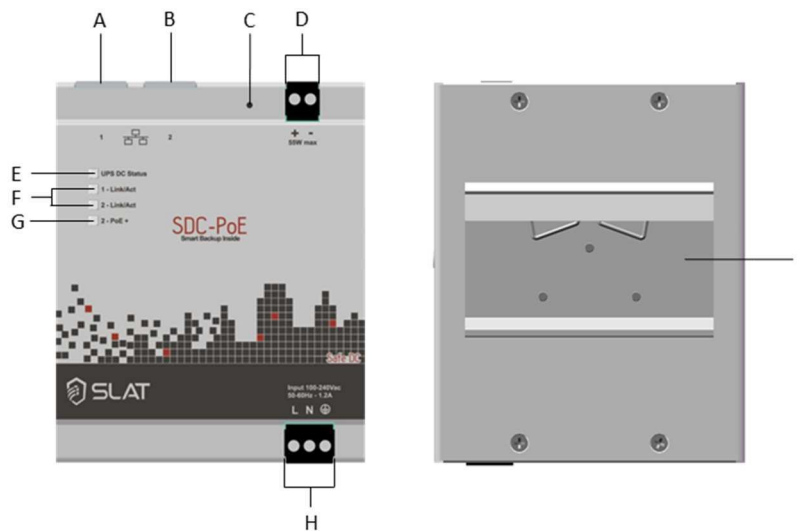

Abb. 6.2: Produktansicht
- Bei längerer Lagerung oder Netztrennung das Produkt vom Netz trennen und den Knopf zur Abschaltung der Sicherheitsfunktion drücken (siehe Abb. 6.2 in Kapitel 6.4: Drucktaster für Backup-Trennung).